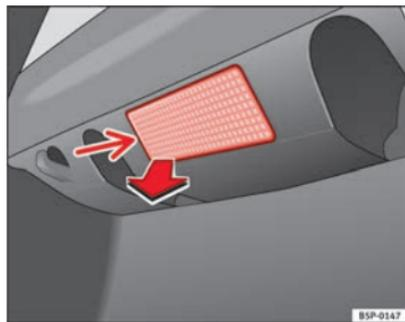

Fig. 174 Luca bagagliaio
- Estrarre il paralume facendo pressione sul bordo della parte interna dello stesso -freccia- aiutandosi con la parte piana di un cacciavite ⇒ fig. 174.